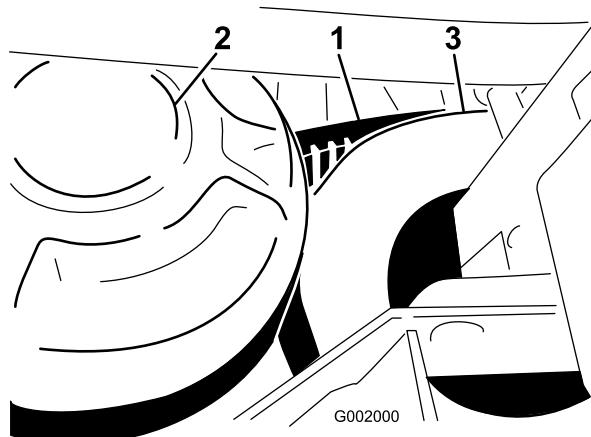

Figura 64
1. Girate la cinghia e fatela passare sulla frizione secondaria (Figura 64).